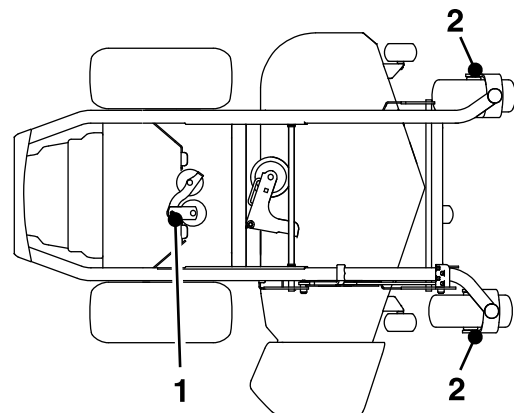

Figura 44
4. Engrase el pivote de la polea tensora de la bomba con una o dos aplicaciones de grasa (Figura 44).
5. Engrase los ejes de las ruedas giratorias delanteras (Figura 44).